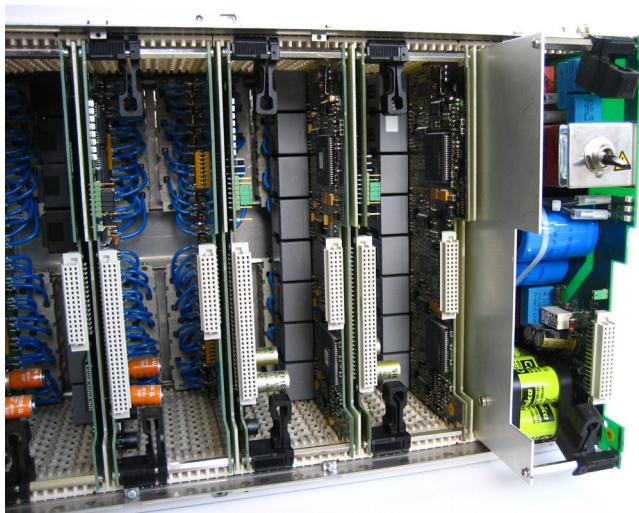

Bild 2-7 Herausziehen der Netzteilbaugruppe
- Ziehen Sie die Netzteilbaugruppe nach vorne heraus (siehe Bild 2-7).